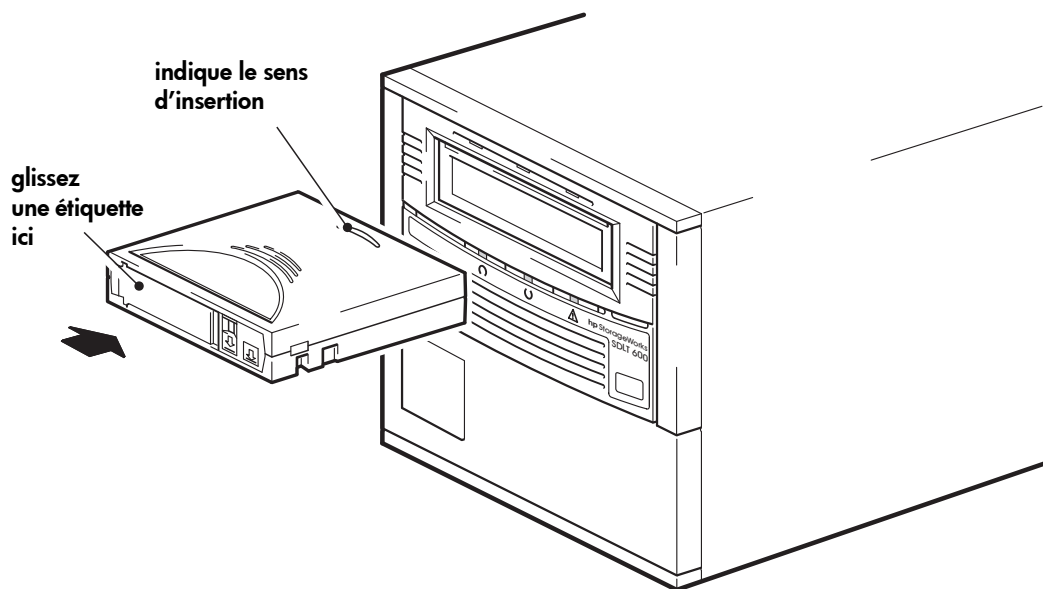

Figure 7a : chargement d'une cartouche
- 1 Insérez la cartouche dans le logement situé à l'avant du lecteur en veillant à ce que les repères soient dirigés vers le haut et face à l'ouverture du lecteur. Appuyez doucement sur la cartouche jusqu'à ce qu'elle soit happée et chargée par le lecteur (voir Figure 7a).